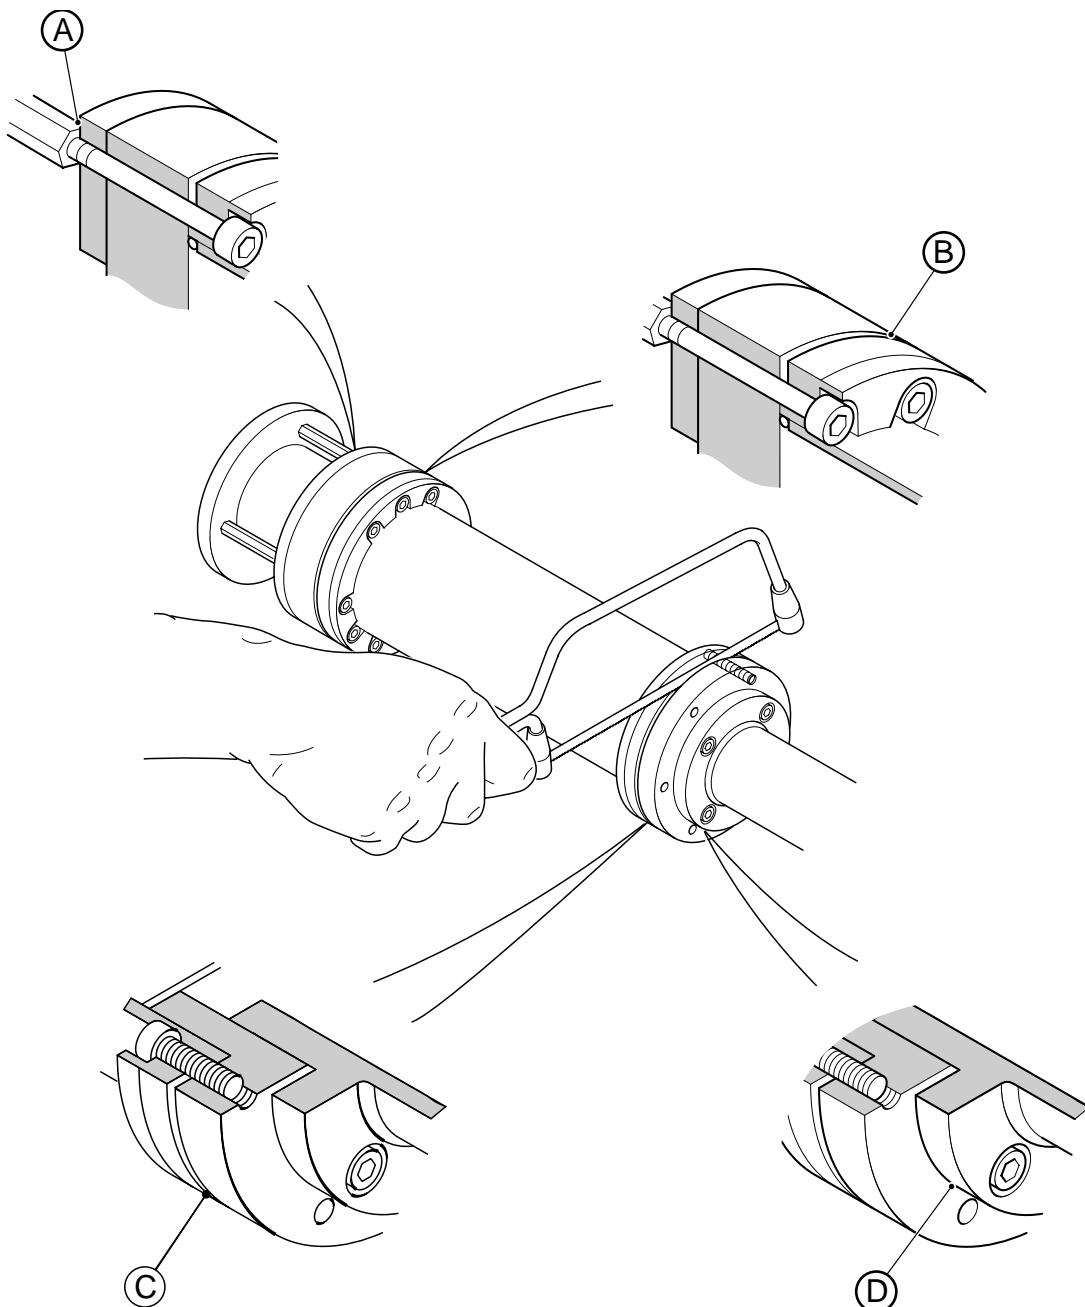

Abb. 8.15 Durchsägen und Entfernen festsitzender Schrauben
8.7 Entfernen festsitzender Schrauben – Abb. 8.15